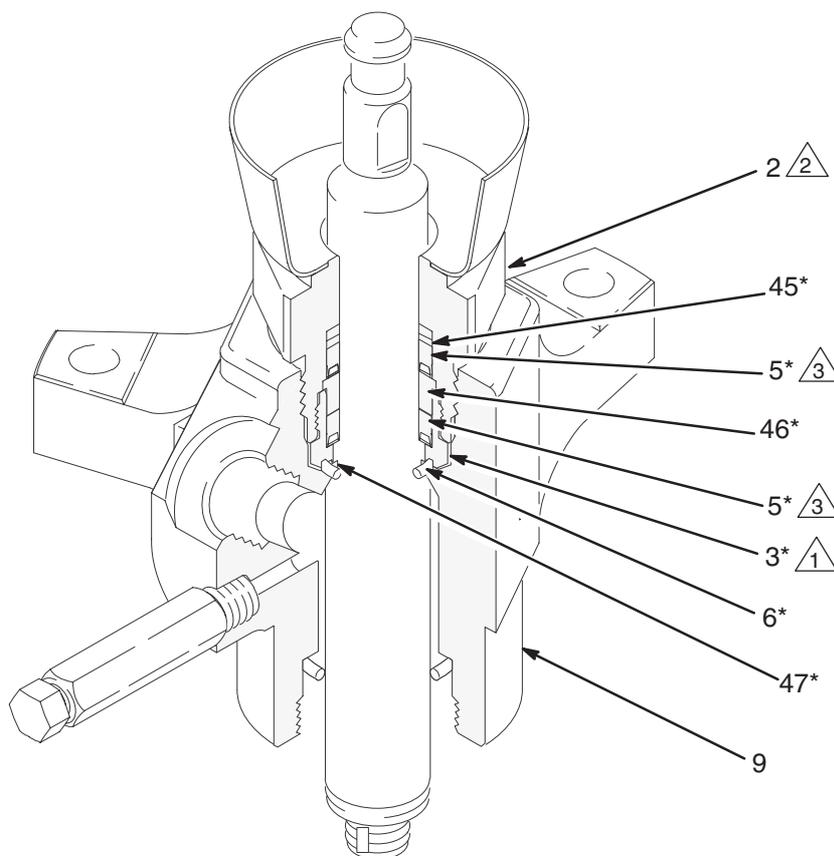

Fig. 17
2. Voir Fig. 17. Dévisser l'écrou (2) en utilisant une clé à tube. Enlever le joint torique (6) et la rondelle (47) du bas du carter de presse-étoupe (3) ou de la section sortie (9).
3. Placer les méplats de l'écrou de presse-étoupe dans un étau (2). Dévisser le carter de presse-étoupe (3) et le mettre au rebut ainsi que les joints. Sortir la rondelle (46), le joint (5) et la rondelle d'appui (45) de l'écrou du presse-étoupe.
4. Le kit presse-étoupe est préassemblé. Visser le kit sur l'écrou (2) en veillant à ce que la rondelle d'appui (45\*), le joint (5\*) et la rondelle (46\*) soient correctement positionnés en haut du corps de presse étoupe (3\*), avec les lèvres de la garniture orientées vers le bas. Serrer le corps du presse-étoupe (3\*) à 97–106 N.m. Voir Fig. 17.
6. Visser l'écrou de presse-étoupe (2) sur le carter de sortie (9). Serrer à 190–217 N.m.